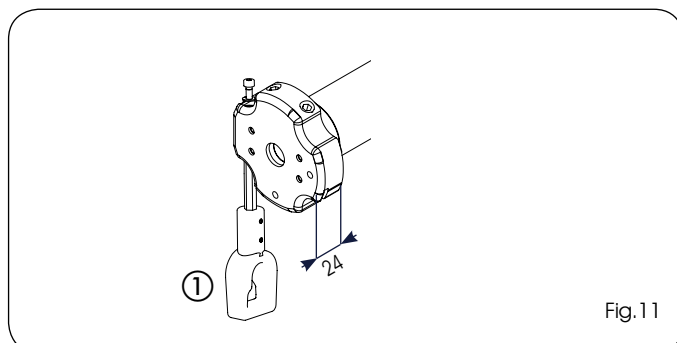

Fig.11
En cas de coupure de courant, introduire la tige dans l'œillet spécifique (Fig.11 réf.①) et la tourner de manière à ouvrir ou fermer le volet roulant.